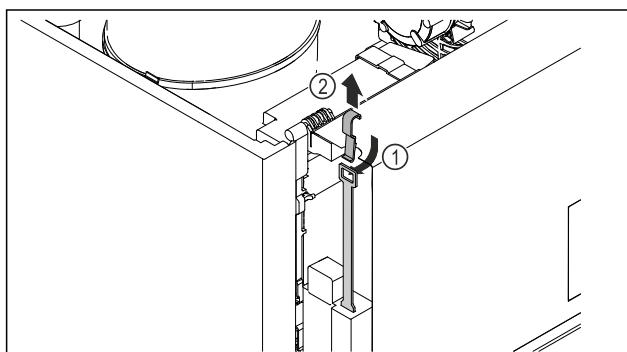

Fig. 248
- Introduzca la llave de desbloqueo de emergencia Fig. 248 (1) desde arriba, engáñchela a la cerradura y tire de ella hacia arriba Fig. 248 (2).